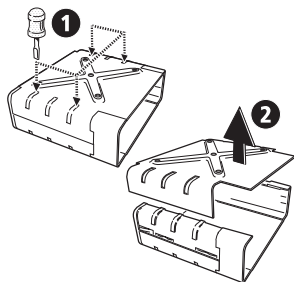

Figura 3: Desmontaje de la Armadura de Soporte del T2000II
- 2 Coloque el soporte sobre una superficie firme y presione una de los bordes centrales de plástico, con un destornillador como se muestra en la figura 3. De esta manera se desprenderá el plástico del mismo costado. Hago lo mismo del otro lado.